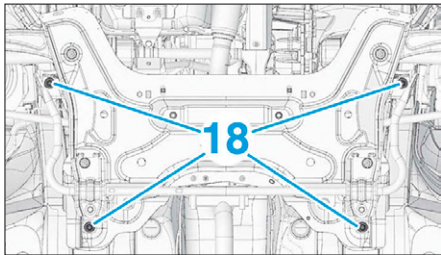

FIG. 19
- Déposer les vis (18) (Fig.19).